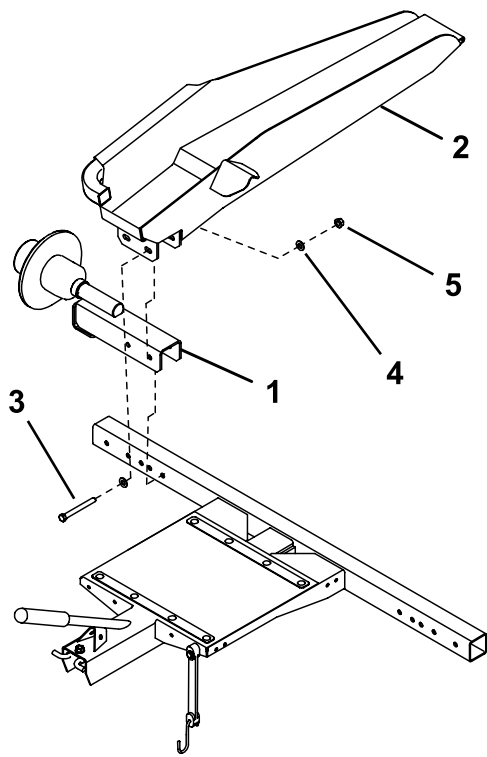
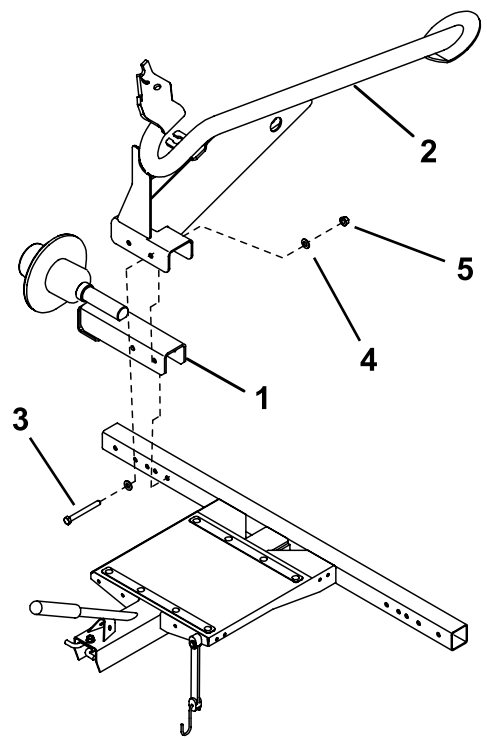

Figura 3
Figura 4
2. Montate il gruppo assale e un gruppo rampa (Figura 3) oppure il gruppo guida (Figura 4) a ciascuna estremità del telaio utilizzando i 2 bulloni ($\frac{3}{8}$ " x 3"), 4 rondelle e 2 dadi.